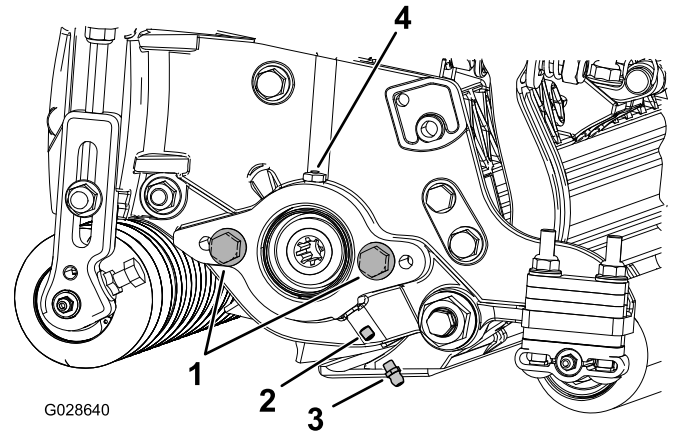

图4
2. 安装直通黄油嘴 图4。
1. 拆下并丢弃滚刀马达侧板上的固定螺丝 图4。
- 如果滚刀马达侧板上没有平头螺丝请安装 图 4。
- 润滑侧板直至多余的润滑脂流出润滑孔 图 4。